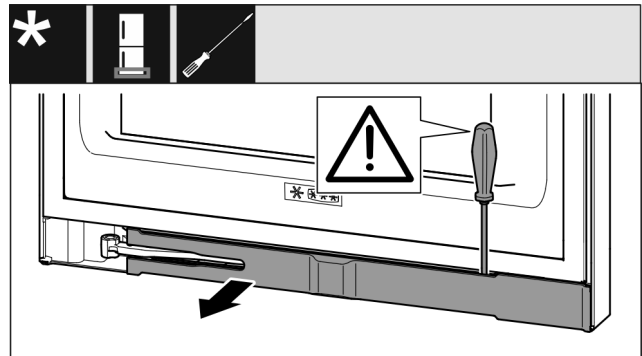

Fig. 17
- ▶ 使用带槽螺丝刀松开隔板并把它转到一边。（参见 Fig. 17）